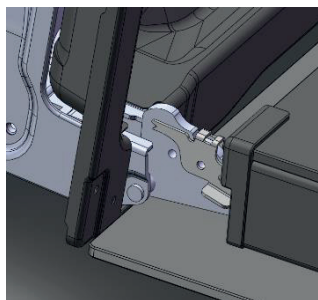

fig. 1
- Abra completamente a porta do forno e deixe-a na posição horizontal (Fig. 1).